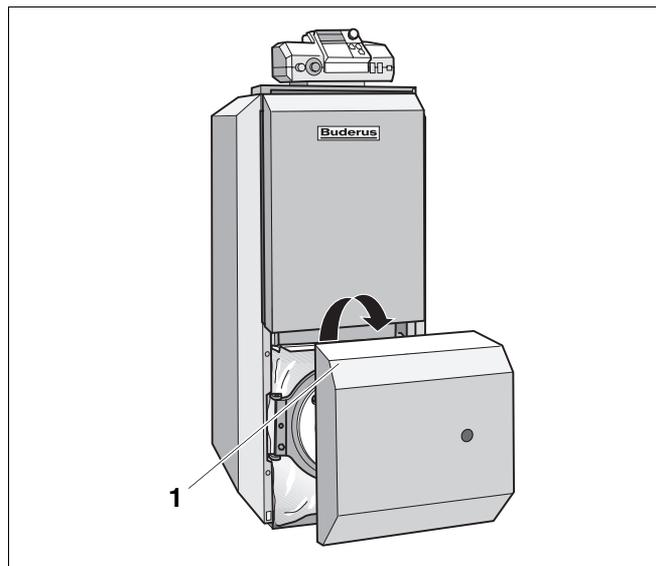

Abb. 43 Brennerhaube entfernen
Die Demontagen der unteren Vorderwand und der Brennerhaube verlaufen identisch. Abb. 43 zeigt die Demontage der Brennerhaube.
- Brennerhaube (Abb. 43, **Pos. 1**) vom Kesselmantel abnehmen. Dazu Brennerhaube leicht anheben und nach vorne abnehmen.